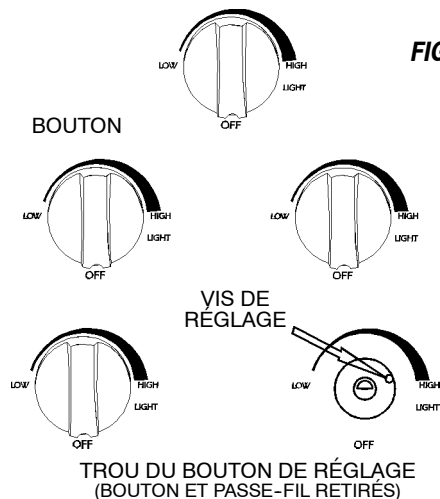

FIGURE 12
## C. RÉGLAGE DE LA FLAMME À FEU DOUX (Voir figure 12)
3. Repérer la vis de réglage du bouton de commande. Voir la figure 12.
4. Repérer la vis de réglage du bouton de commande. Voir la figure 12.